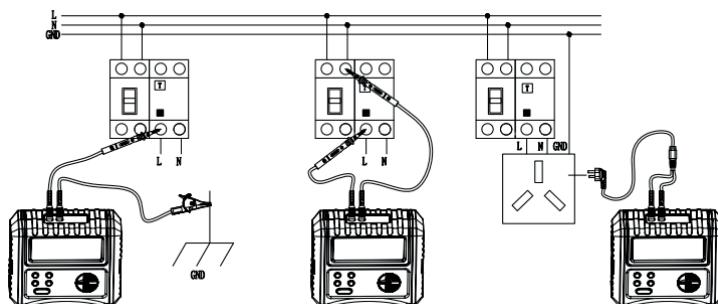

Рисунок 9.1
- При измерении однофазного УЗО с защитой от утечек, один конец зелёного провода с крокодилом подключается к зелёному входу "E" тестера, другой — к заземлению; красный щуп вставляется одним концом в красный вход "L", другим — в клемму выхода устройства защиты от утечек (L). Затем нажмите кнопку "TEST". (см. рисунок 9.1 слева).
- При измерении однофазного УЗО с заземлением, один конец зелёного провода подключается к разъёму "E" тестера, другой — к нулевой линии N; один конец красного провода — к входу "L", другой — к выходу УЗО (L). Нажмите "TEST". (см. рисунок 9.1 по центру).
- При измерении однофазного УЗО, один конец зелёного провода — в "E", один конец красного — в "L", трёхконтактная вилка подключается к тестируемой розетке (110–253 В). (см. рисунок 9.1 справа).